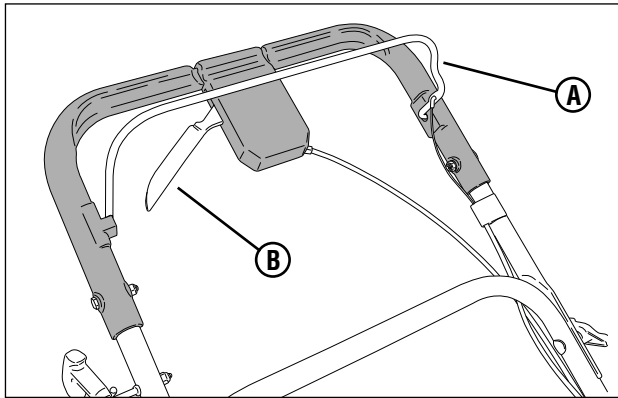

Figure 1 : Commandes de la tondeuse
2. Vérifiez les commandes de lame (**A, Figure 1**), d'entraînement de roues (**B**), pour vous assurer qu'elles opèrent librement.